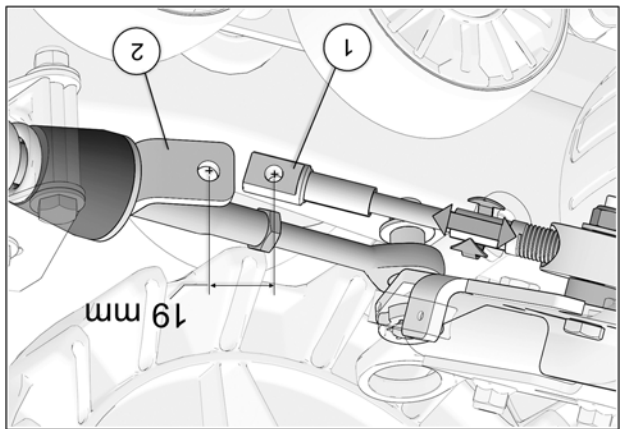

Fig. 25
14. Tourner le volant du véhicule au maximum de la course du côté gauche. En maintenant une pression au volant, ajuster le câble (en vissant ou dévissant pour ajuster la longueur). Voir la Fig. 25
15. Obtenir une distance de 19 mm [$\frac{3}{4}$ po.] du centre de l'extrémité du câble (1) au centre de l'extrémité du support de fixation (2). Voir la Fig. 25